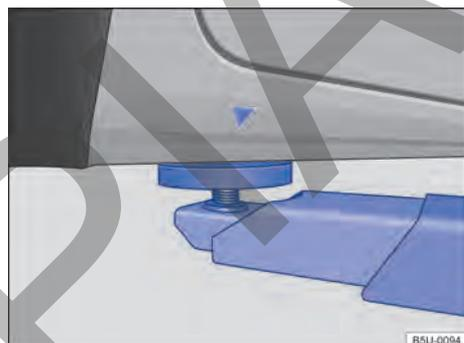
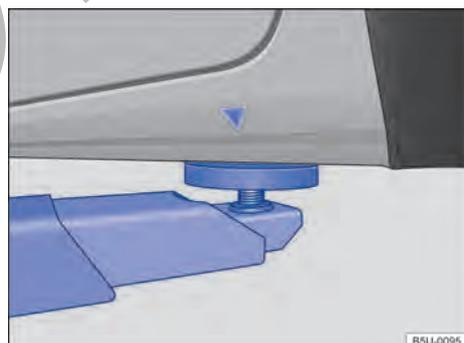

Fig. 189 Puntos de apoyo delanteros para la suspensión con plataforma elevadora o con gato.
Fig. 190 Puntos de apoyo traseros para la suspensión con plataforma elevadora o con gato.
El vehículo debe ser suspendido solamente por los puntos indicados en las figuras → fig. 189 y → fig. 190. Si el vehículo no está suspendido por los puntos indicados, pueden ocurrir daños en el vehículo → ⓘ y lesiones graves → ⚠️.
- Suspender el vehículo solamente por los puntos indicados en las figuras → fig. 189 y → fig. 190. Si el vehículo no es suspendido por los puntos indicados, puede caer de la plataforma elevadora cuando, por ejemplo, se desmonta el motor o la suspensión.